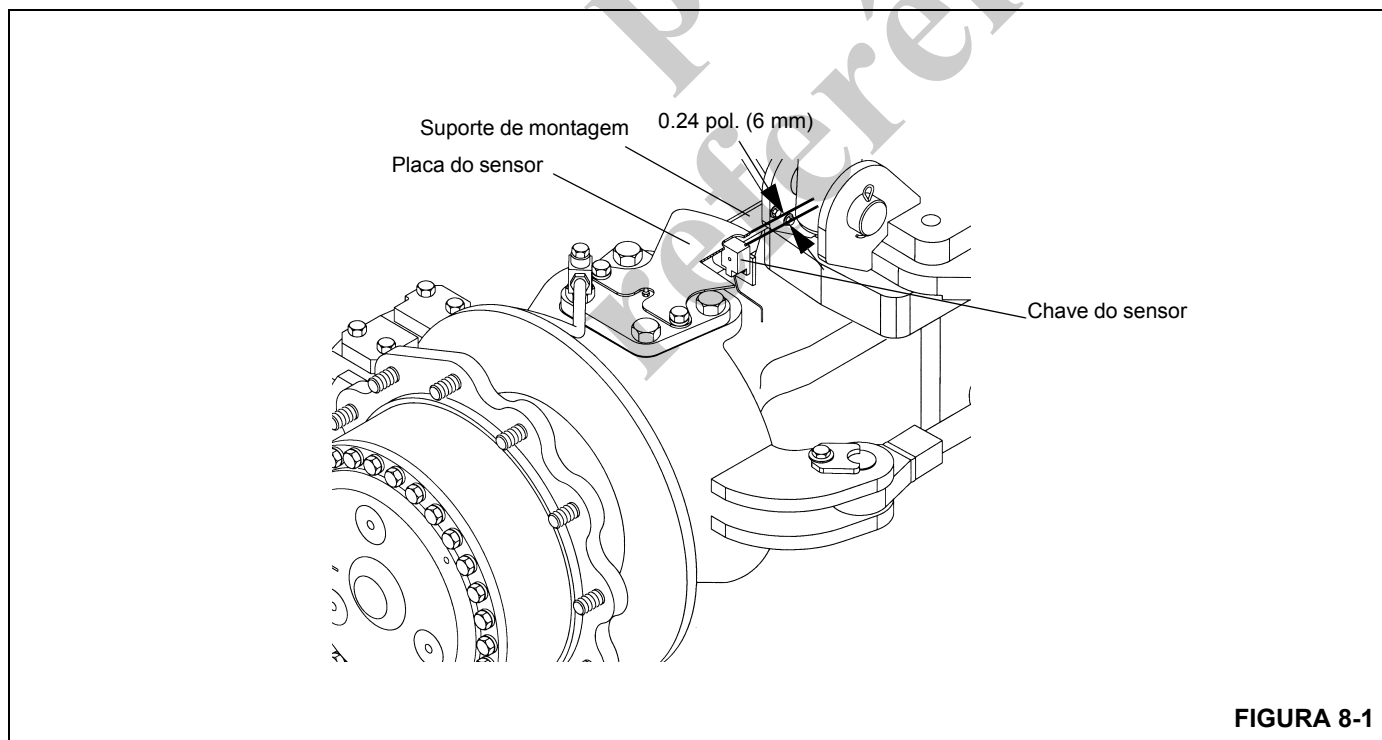

FIGURA 8-1
**NOTA:** Ao realizar o ajuste do indicador da direção traseira usando as etapas a seguir, consulte a Figura 8-1.